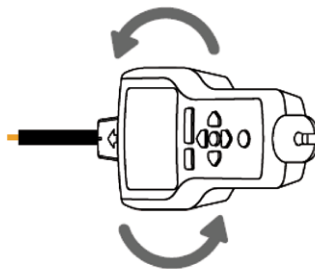

Figura 3.1i:
6. Para comprobar la dirección del cable, gire periódicamente el receptor 90 grados. La intensidad de señal será más alta cuando esté alineado con la marca del sensor de punta (Figura 3.1i).